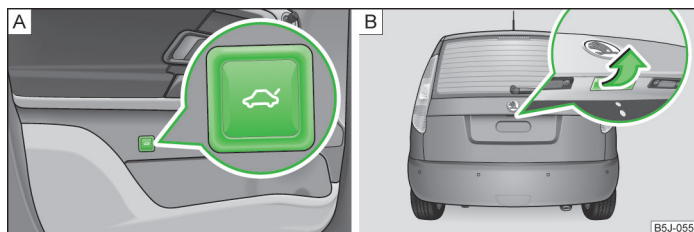

Abb. 18 Gepäckraumklappe öffnen / Griff der Gepäckraumklappe
- Die Symboltaste in der Fahrertür » Abb. 18 - **A** drücken und die Gepäckraumklappe in Pfeilrichtung anheben » Abb. 18 - **B**.
- Den Griff drücken und die Gepäckraumklappe in Pfeilrichtung anheben » Abb. 18 - **B**.